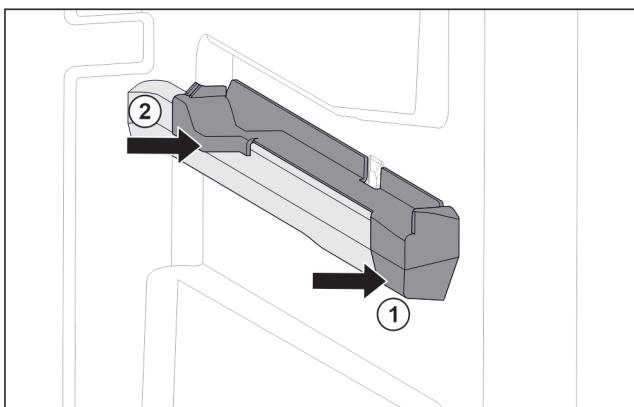

Fig. 19 Вставная часть на правом контейнерном ребре
- Наденьте вставную часть спереди на контейнерное ребро. Fig. 19 (1)
- Нажмите на вставную часть сзади. Fig. 19 (2)